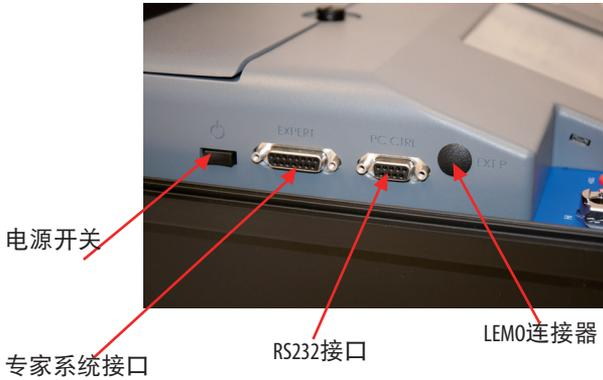

图7
2. 向设备后方方向按下电源按钮，接通校准仪电源（电源开关位于校准仪左侧，请参见图7）。